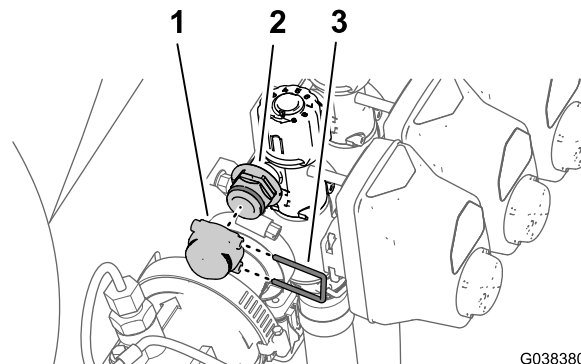

Figura 86
- 7. Coloque la tapa en el acoplamiento rápido (Figura 86) con la horquilla de retención que retiró en el paso 1.